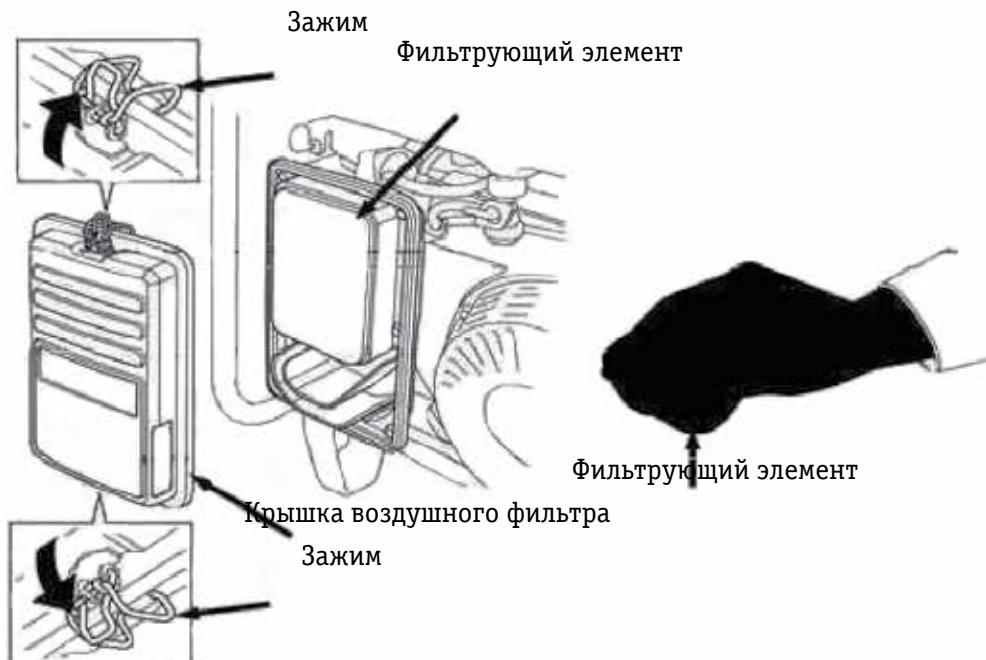

Рис. 4.2.
1. Снимите крышку воздушного фильтра 2 (рис. 2.2.1), отсоединив зажимы крышки воздушного фильтра 2 (рис. 4.2).
2. Вытяните на себя фильтрующий элемент воздушного фильтра 2 (рис. 4.2).